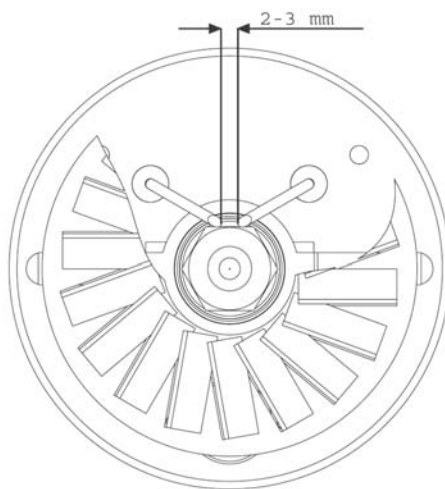

Fig. 2
- Демонтировать горелку, чистить все ее составные части, а также электроды, проверять и регулировать величину зазора между ними согласно рис. 2.